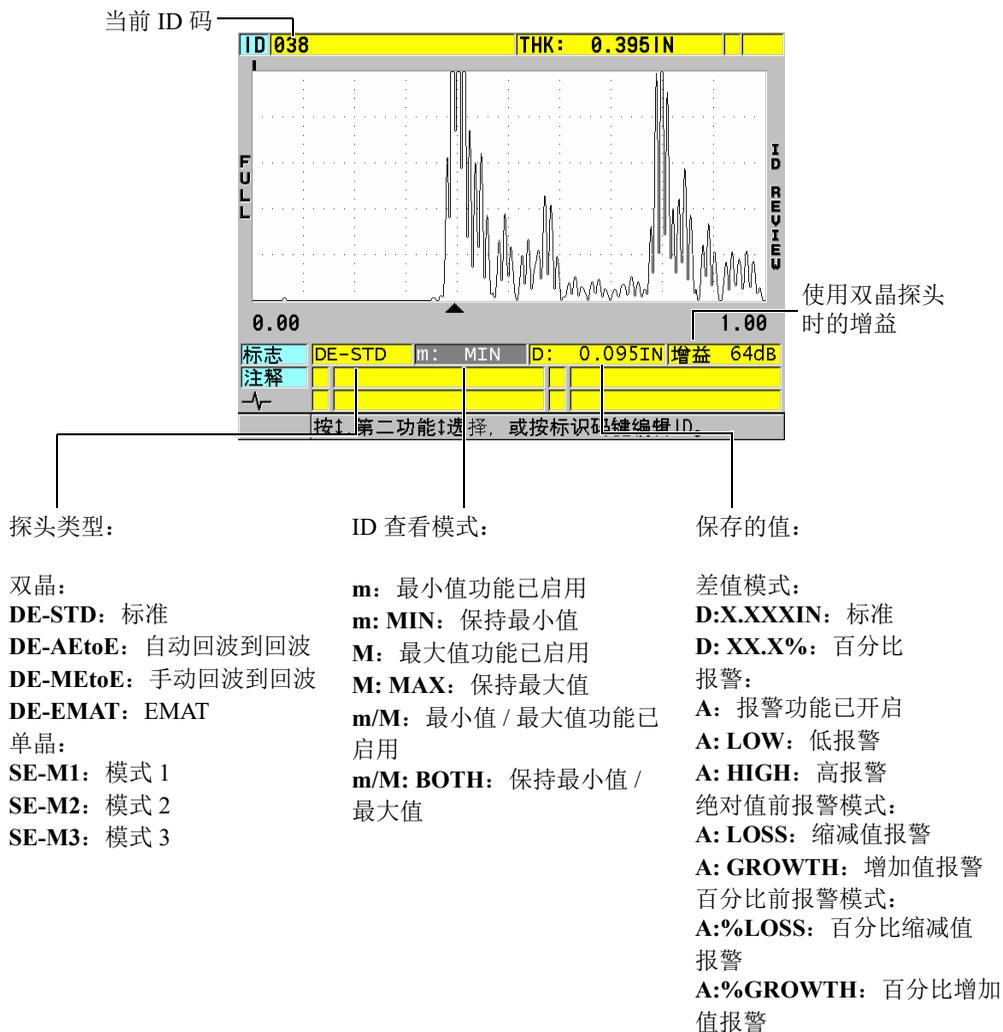

图 11-27 ID 查看屏幕的内容
第 196 页的图 11-27 为一个 ID 查看屏幕的示例，并对示例中的内容进行介绍。波形下方的区域列出了所显示的存储厚度值的状态标志。这些标志与仪器使用发送指令时所传输的状态词的单字母缩写相同（参阅第 237 页的“管理通讯和数据传输”）。
3. 在 ID 查看屏幕中（参见第 196 页的图 11-27）：